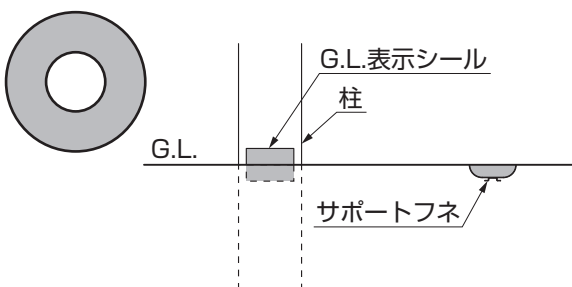

図2-5 G.L.表示シールと同レベル施工
- サポートフネの施工レベルは柱G.L.表示シールと同じ高さで施工してください。下レベルで施工した場合、サポートが届かなくなります。(図2-5、図2-6参照)